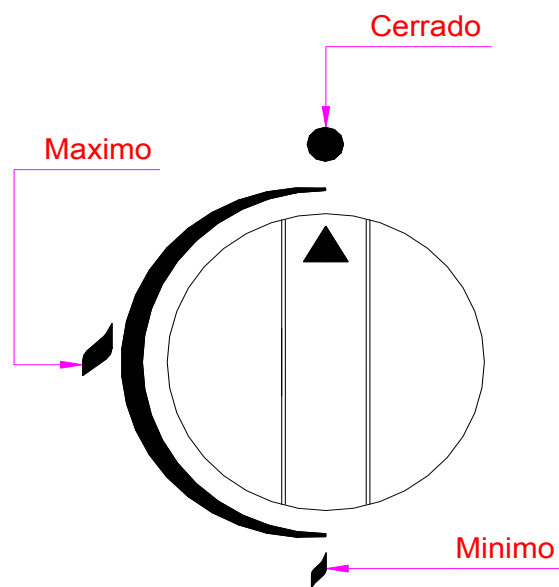

Abbildung 3
- Drücken Sie den Bedienungsknopf des gewählten Brenners an Ihrem Grillofen und drehen Sie diesen in einer  $\frac{1}{4}$  Drehung gegen den Uhrzeigersinn, bis an die Maximalleistung (Máx) gelangen (**Abbildung 3**).
- Um den Brenner auf Mindestleistung zu bringen, drehen Sie nochmals den Bedienungsknopf gegen den Uhrzeigersinn ohne diesen dabei zu drücken, um von der Maximalleistungsposition bis an die Minimalleistungsposition desselben zu gelangen (**Abbildung 3**).